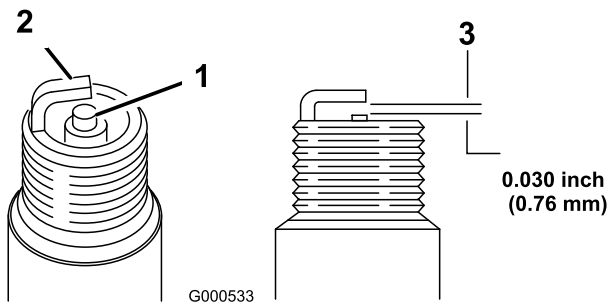

Figure 18
5. Réglez l'écartement des électrodes à 0,76 mm (0,03 po) (Figure 18).